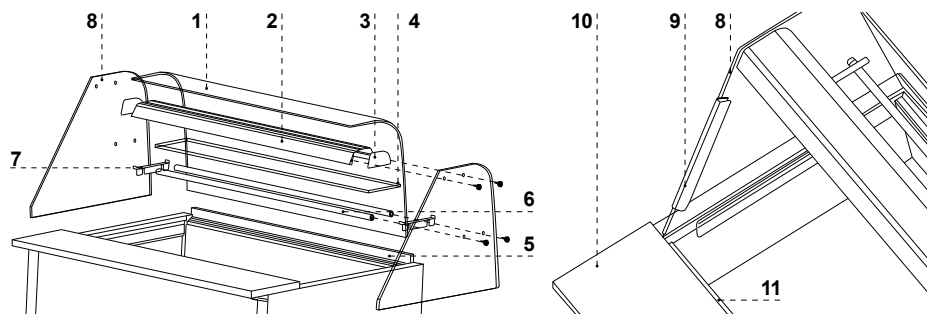

Abb.7 Einbau der Glasteile und Alulampe
1. Glasseiten anbringen Abb.7/8
2. Alulampe (mit Beleuchtung) an den Glasseiten einbauen Abb.7/2
3. Vorderscheibe einbauen, indem diese auf der Lampe und Glasseiten gestützt wird Abb.7/1
4. den Mantel für die Lampeleitung anbringe Abb.7/9 Der Leitungsmantel so an der Hinterseite der Glasseite anbringen, dass die Leitung, die aus der Lampe ausgeht, in dem Mantel versteckt wird und von der inneren Seite der Glasseite vorhanden wird.
5. Die Aluprofi le für den Glasregal einbauen (Option) Abb.7/6
6. Glasregal einbauen Abb.7/4